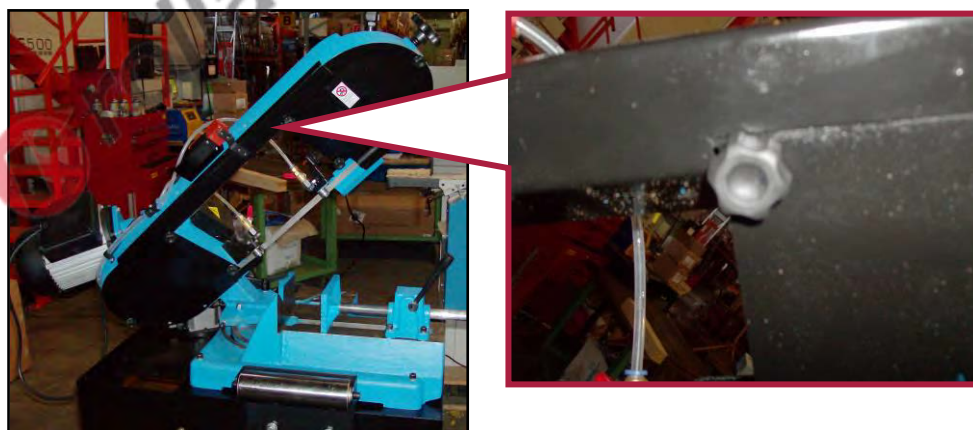

Figura 21 – Apertura carter di protezione / pomelli di sblocco
2. Svitare i pomelli che trattengono in posizione il carter posteriore della lama, posto sul lato sinistro della testa mobile (vedere Figura 21).